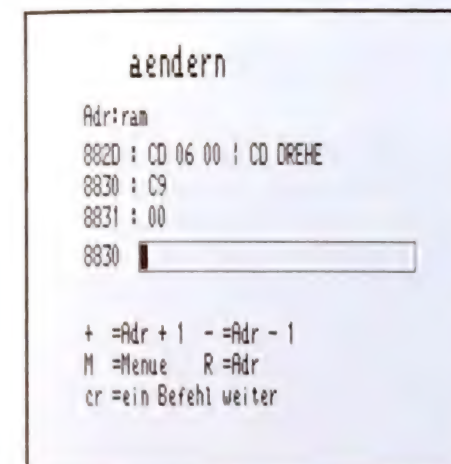

Bild 23. So sieht der Schlußteil des Quadratprogrammes aus
6. Nun kann der Rest des Programms eingegeben werden. Zuerst der Befehl „CD DREHE“ und so weiter bis zum „C9“-Befehl in Bild 19. Wenn man den Befehl „C9“ eingegeben hat, sieht das wie in Bild 23 aus. Der Wert auf Adresse 8831 kann bei Ihnen auch anders aussehen, da es sich um undefiniertes Speichergebiet handelt.